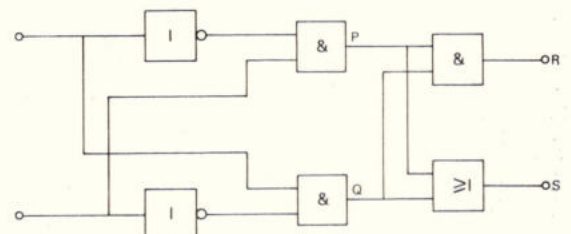

Fig. 8.
2. a) Geef voor de schakeling van fig. 8 de waarheidstabel voor P, Q, R en S.